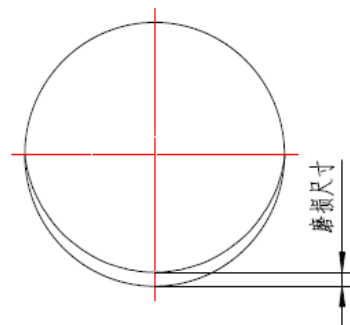

图 8 径向磨损示意图
- c 检查柱塞径向磨损 (图 8), 最大允许磨损深度为 0.5mm, 且磨损范围在圆周表面不超过 180 度; 若磨损超过 0.5mm, 须更换柱塞;
- d 检查顶杆 (图 8) 径向磨损, 最大允许磨损深度为 0.3mm, 若磨损超过 0.3mm, 须更换柱塞组件;